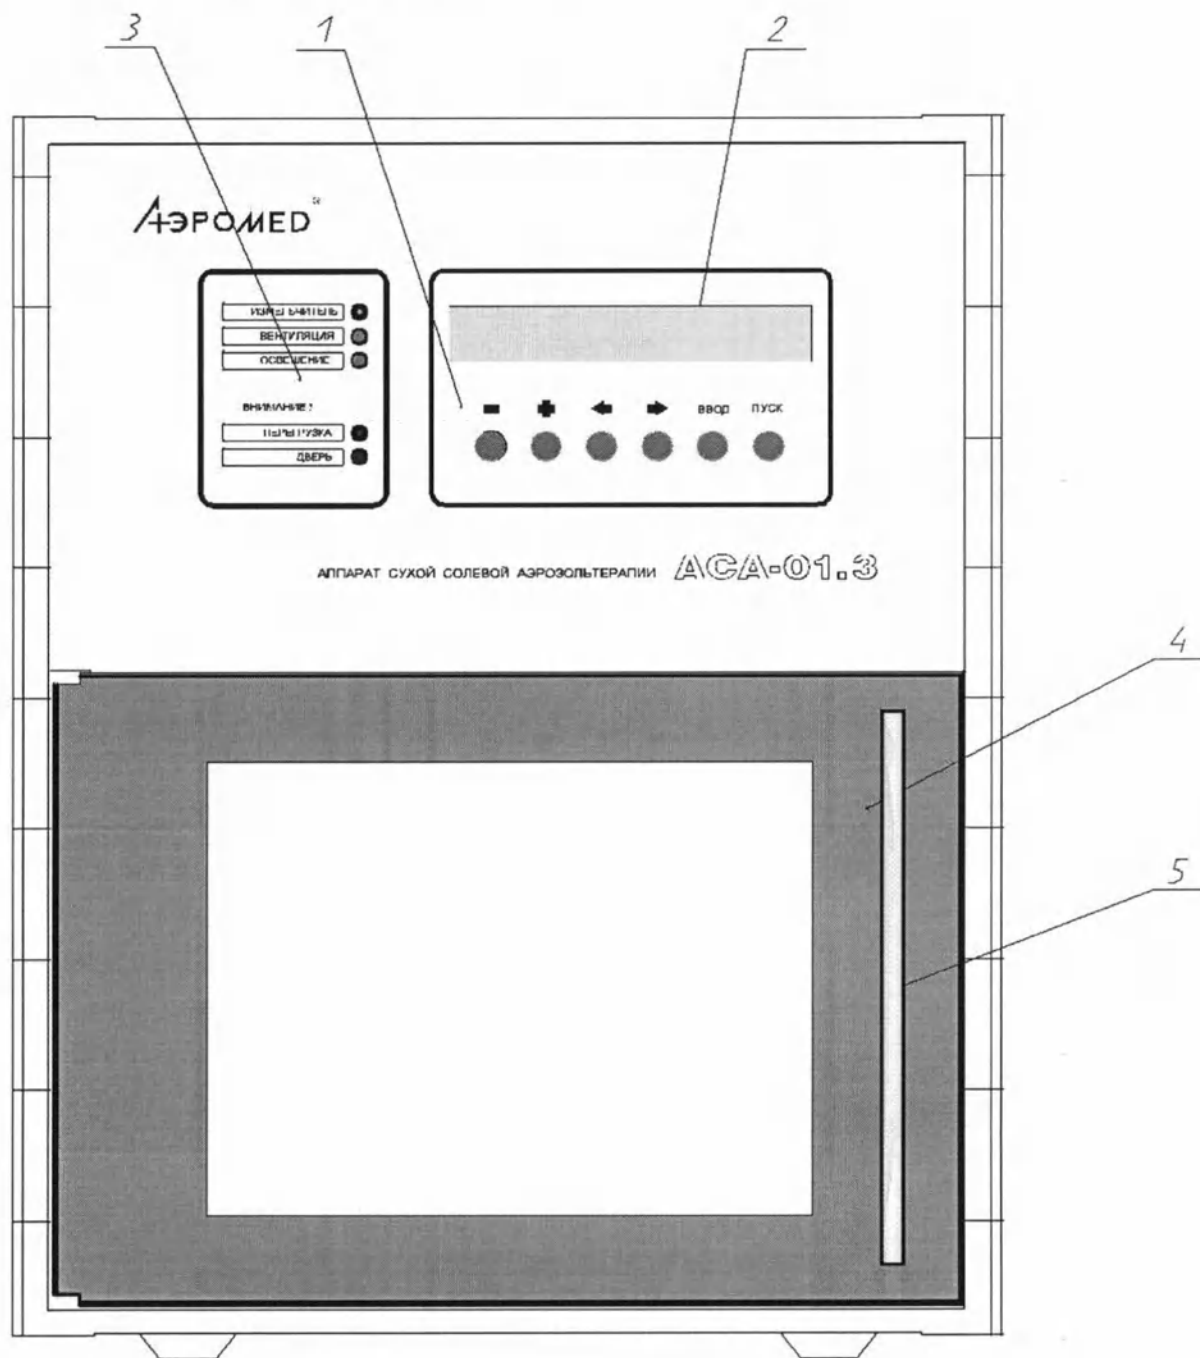
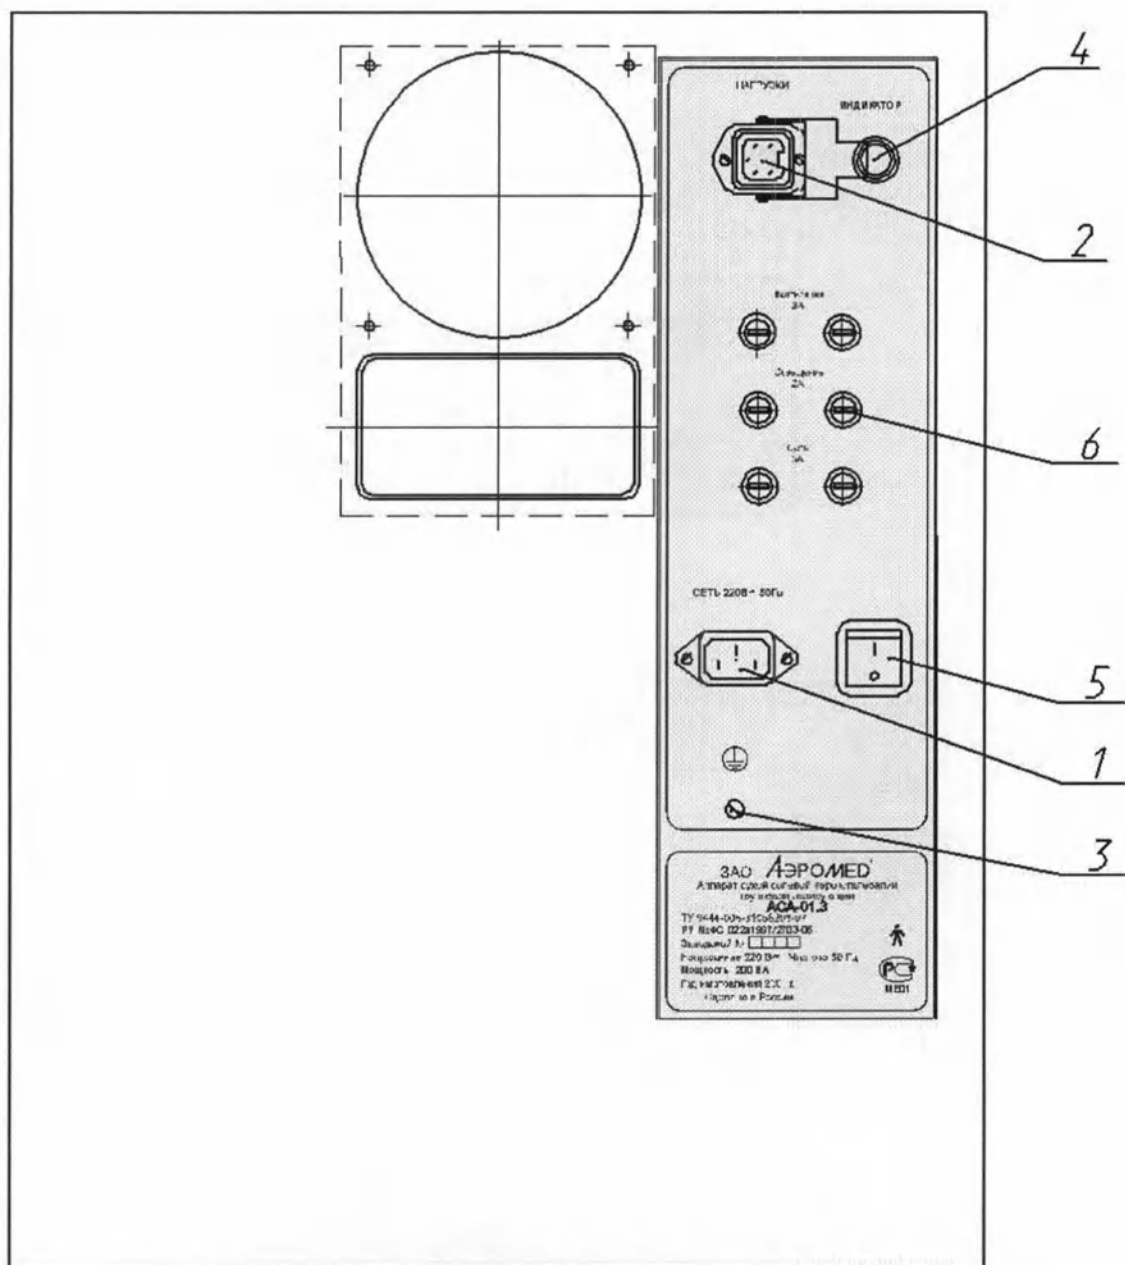

Рис. 1. Внешний вид аппарата
Рис. 2. Вид аппарата сзади
2.1.1. В верхней части лицевой панели (рис. 1) расположены органы управления 1, жидкокристаллический индикатор 2 для отображения информации и светодиоды-индикаторы состояния 3.
В нижней части аппарата расположена рабочая камера, доступ к которой осуществляется через дверь 4 с ручкой 5 (рис. 1).
2.1.2. На задней стенке аппарата (рис. 2) расположены:
3.1. На задней стенке аппарата (рис. 2) прикреплена табличка с указанием наименования аппарата, заводского номера, года изготовления и наименования предприятия-изготовителя, а также основных технических данных аппарата.
4.4. Аппарат подключается к сети переменного тока путем подсоединения сетевого шнура к розетке с заземляющим контактом. Провод внешнего заземления подключается к болту 2 (рис. 2).
6.1. Открыть дверь рабочей камеры 4 (рис.1).
6.9. Закрыть дверцу рабочей камеры 4 (рис. 1).
6.10. Установить сетевой выключатель 5 (рис. 2) на задней панели аппарата в положение «1». При этом, включится подсветка ЖКИ, на нем появится сообщение «**АЭРОМЕД АСА-01.3 ver-XX.XX**» (рис. 1). По истечении 5 сек. на ЖКИ появится сообщение «**ПРОВЕТРИВАНИЕ осталось 25 мин**» с мигающей точкой (*индикация времени оставшегося до конца проветривания лечебного помещения в мин*), загорятся индикаторы «ВЕНТИЛЯЦИЯ» и «ОСВЕЩЕНИЕ», включатся вентиляторы системы вентиляции и общее освещение в лечебном помещении, если они подключены к аппарату. Начнется принудительное проветривание лечебного помещения.
6.23. Если во время сеанса оторвать дверь (рис.1 п.4), то сработает система защиты от механического поражения вращающимися деталями измельчителя, на ЖКИ появится сообщение «**STOP** дверца открыта» и загорится индикатор «ДВЕРЬ».